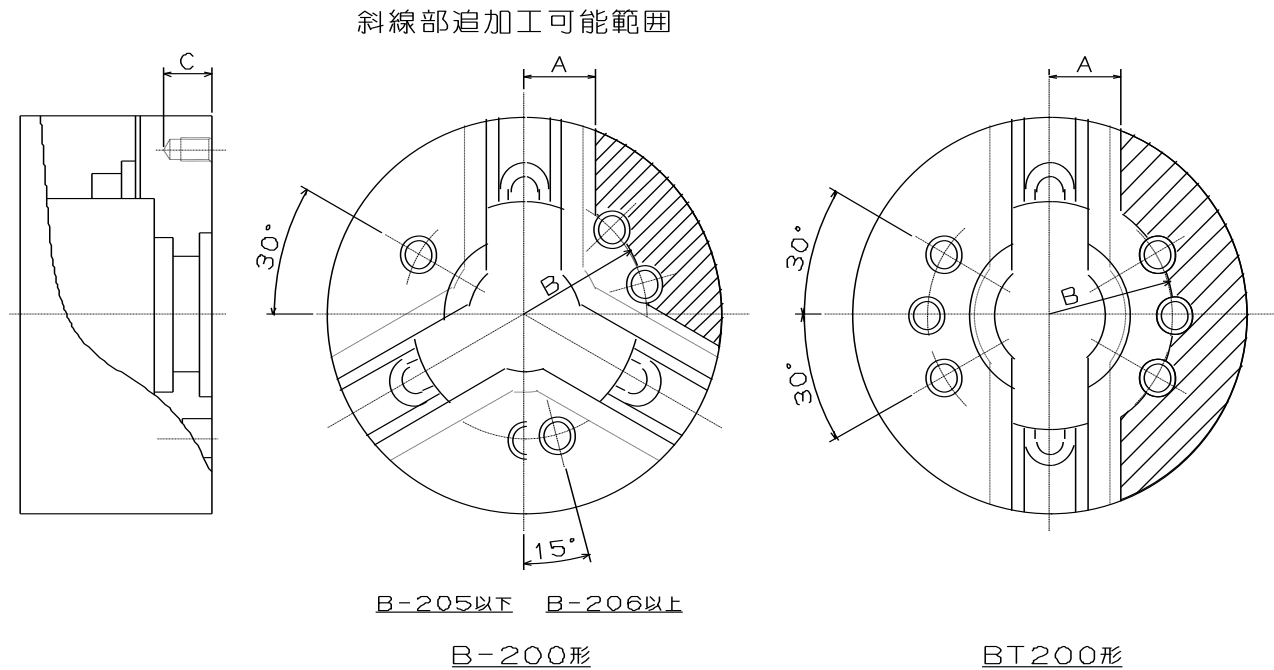

図 14
- ・ チャックボデー表面にロケータや治具を取り付ける場合は、図 14 に示す追加工範囲内に穴明けを行ってください。